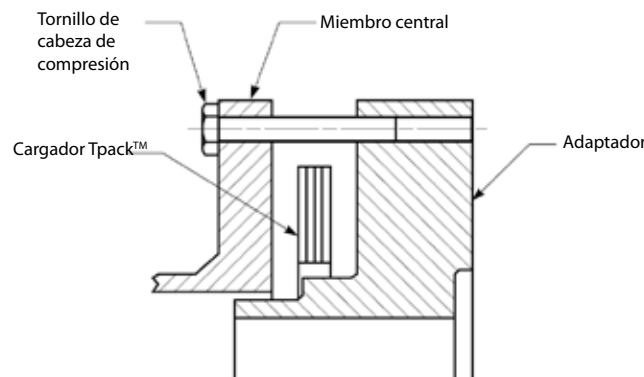

Figura 10 - Posicionamiento de la compresión.
9.3. Use los tornillos de cabeza de compresión (proporcionados), según se define en la Tabla 5, para comprimir el conjunto de miembro central al insertarlos por los orificios en los rebordes de la bobina central y al roscarlos en los orificios roscados del adaptador, como se muestra en la Figura 10.